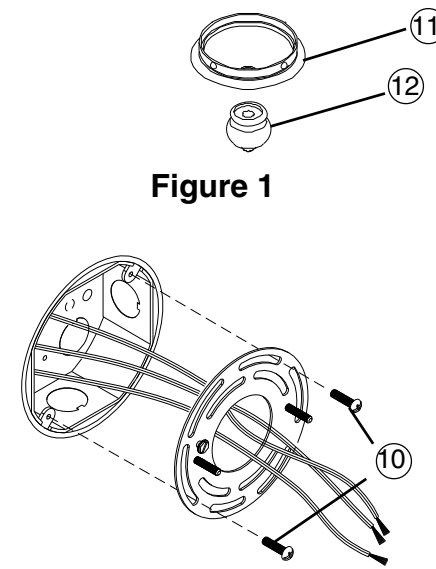

Figure 3
3. With the power turned off at circuit breaker box, position Mounting Plate (1) near the junction box and feed supply wires through center hole, position with installed Screws aligned vertically (after mounting) and threads facing outward. Secure using 1" (10) Screws provided. **See Fig. 3.**
3. Con la electricidad apagada en la caja de cortacircuitos, coloque la Placa de Montaje (1) cerca de la caja de lambrado y alimente los alambres de suministro por el agujero de centro, coloque con los Tornillos instalados alineados verticalmente (después de montaje) e roscas mirando hacia afuera. Asegure usando Tornillos 1" (10) proporcionados. **Vea Fig. 3.**